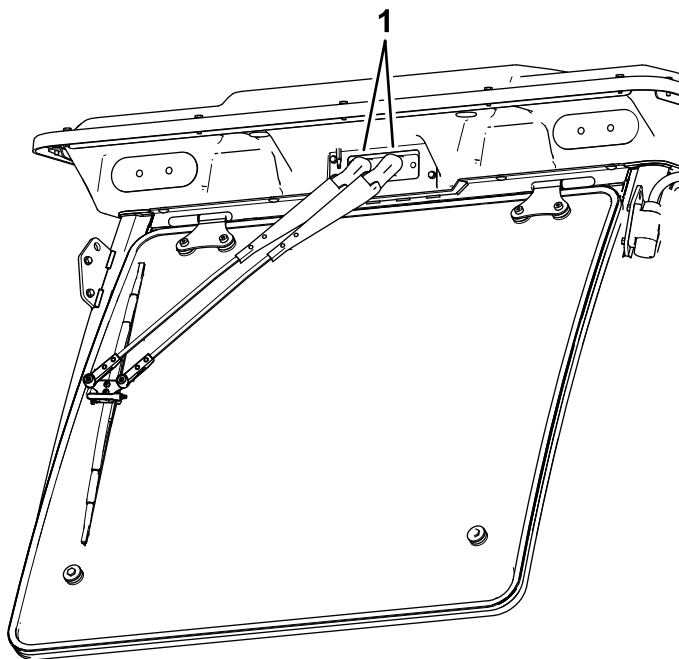

Figura 82
1. Abra los tapones en la parte superior de los brazos del limpiaparabrisas (**Figura 82**).